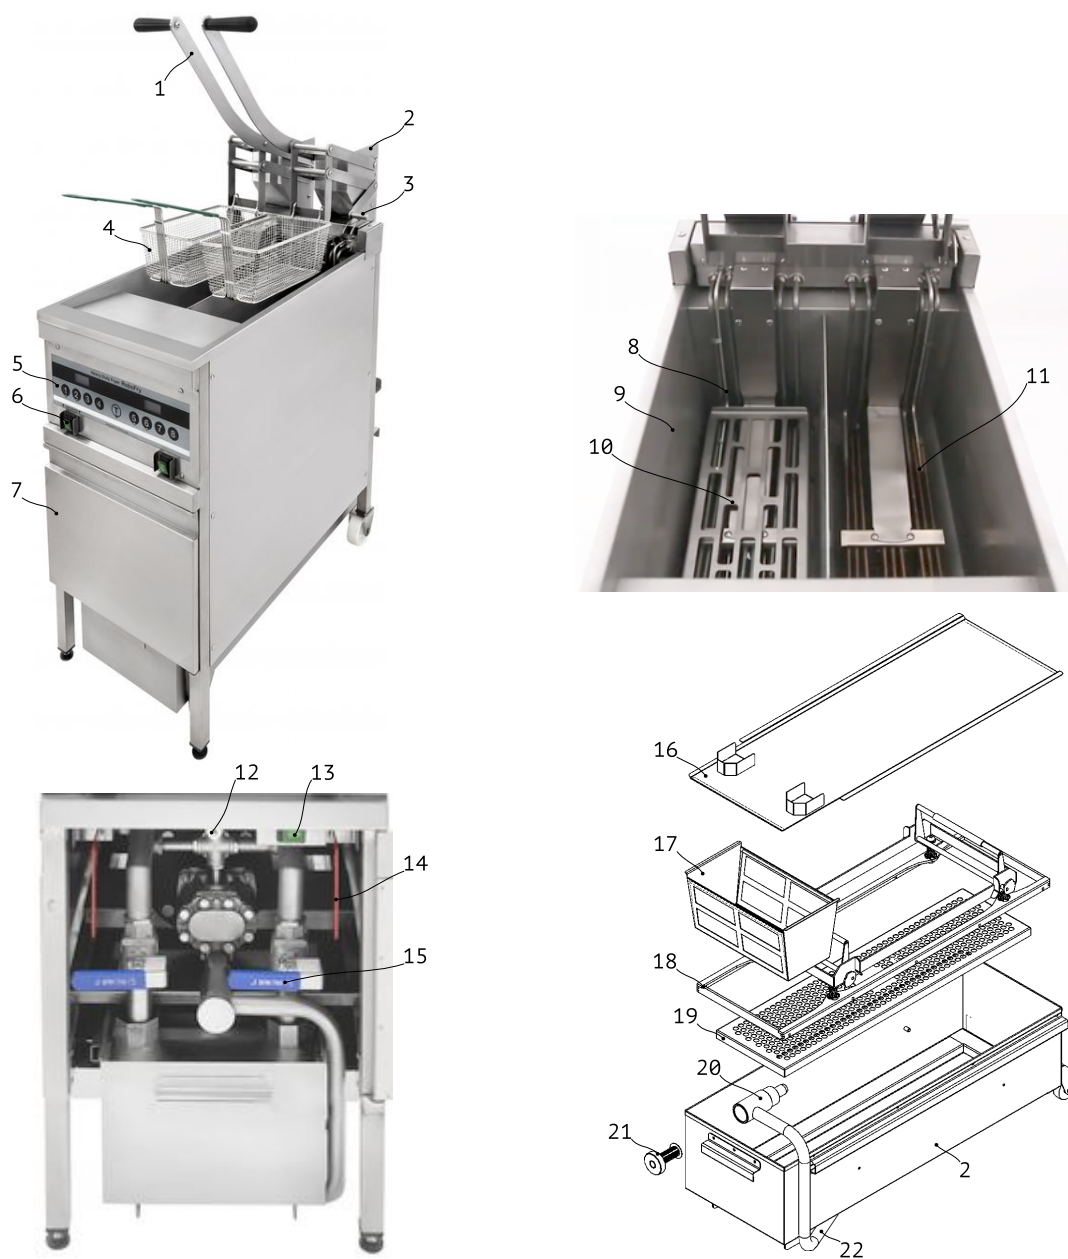

Рисунок 1
Изделие состоит из следующих основных компонентов см. Рис. 1.
4. Извлеките дежу и разберите её на составные элементы, см. Рис. 1. Тщательно промойте все элементы дежи, удалите лишнюю влагу и соберите дежу, установив сменный фильтр между прижимом и вставкой перфорированной. Установите дежу на место, направьте патрубков каждого сливного крана вертикально вниз в дежу.
2. Убедитесь, что дежа установлена на место, а патрубок каждого крана слива (см. Рис. 1) смотрит в дежу.
3. Установите выключатель нагрева в положение (I). На дисплее должно появиться сообщение **HEAT**.
5. Установите выключатели нагрева каждой ванны в положение (O).